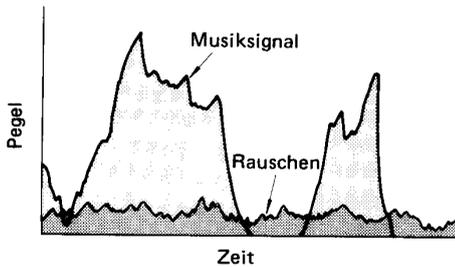

Abb. 3
Diese Funktion des GC2020BII ist unabhängig von den Kompressions- und Begrenzungsfunktionen. Jeder Kanal besitzt ein Expandertor (EXP GATE) (auch oft "Rauschtor" genannt) mit variierbarem Schwellenpegel, welches außergewöhnlich wirksam Hintergrundrauschen während Leerteilen ohne Signale eines Programms löscht. Diese Eigenschaft funktioniert, indem Sie den entsprechenden Kanal stummgeschaltet, wenn keine Signale über dem vorher gestellten Schwellenpegel vorhanden sind. Normalerweise wird der Torpegel unter dem niedrigsten Programmpegel gestellt, so daß es sich "öffnet", um das gesamte Programmmaterial passieren zu lassen. Hintergrundrauschen das unter den Torpegel fällt, wird vollkommen stummgeschaltet (siehe Abb. 3 und 4). Der justierbare Torpegel hängt von der Stellung des Eingangspegels (INPUT) ab, wie nachfolgend beschrieben. Wenn INPUT auf "0" gestellt ist, und der sich an der Geräterückseite befindliche Eingangspegelschalter (INPUT LEVEL) (13) auf "-20dB" steht, kann der Torschwellenpegel zwischen -24 und -64dB variiert werden; bei Mittel-